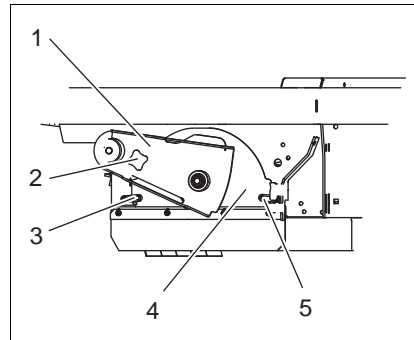

Fig.12 Remoção da escova
- Desaperte o manípulo (Fig. 12/2) e remova-o.
- Remova o suporte da escova cilíndrica (Fig. 12/1)
- Gire os manípulos (Fig. 12/3 + 5) para cima e destranque
- Remova a placa com as borrachas (Fig. 12/4)